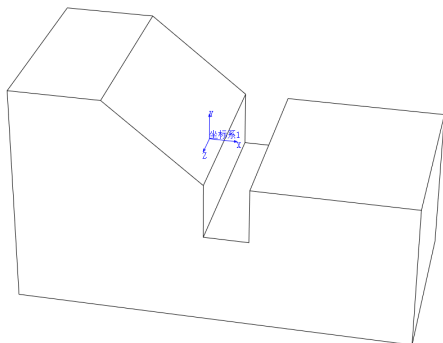

图 4-45 打开素材模型
(1) 单击常用工具栏中的【打开】按钮，打开一幅素材模型，如图 4-45 所示。